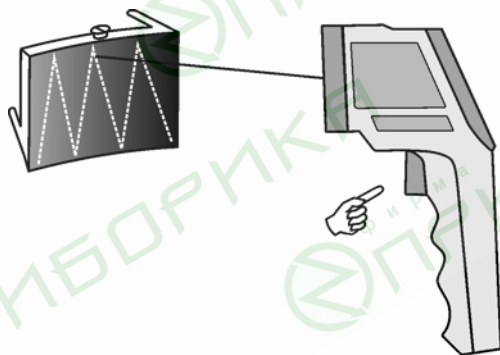

Рис. 4
4. Перед началом измерения рекомендуется определить наиболее горячие участки объекта. Для этого наведите термометр за пределы интересующего объекта, а затем сканируйте его, удерживая курок нажатым, вдоль, вверх и вниз до тех пор, пока не определите самое горячее место (см. рис. 4).